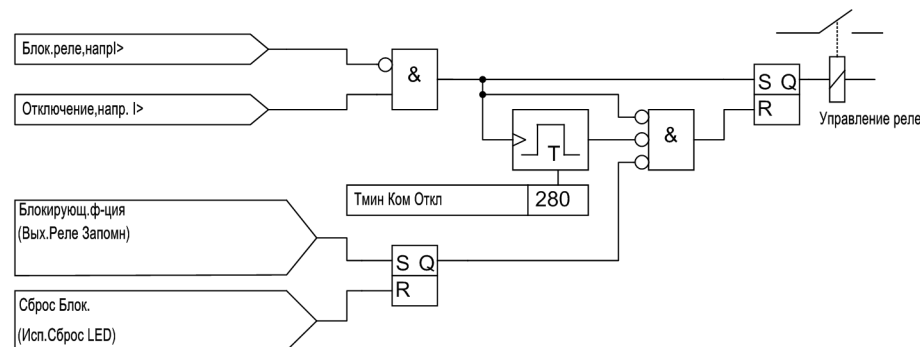

Рисунок 2-140 Снятие сигнала отключения, пример функции защиты
- Переданная команда отключения запоминается и хранится (см. рисунок 2-140). В то же время, запускается таймер минимальной длительности команды отключения **Тмин Ком Откл**. Этот таймер гарантирует передачу сигнала отключения на выключатель за соответствующее время, даже если функция, выдавшая сигнал отключения, осуществит быстрый возврат. Сигнал отключения снимается только после того, как все функции защиты осуществят возврат И истечет время минимальной длительности команды отключения.